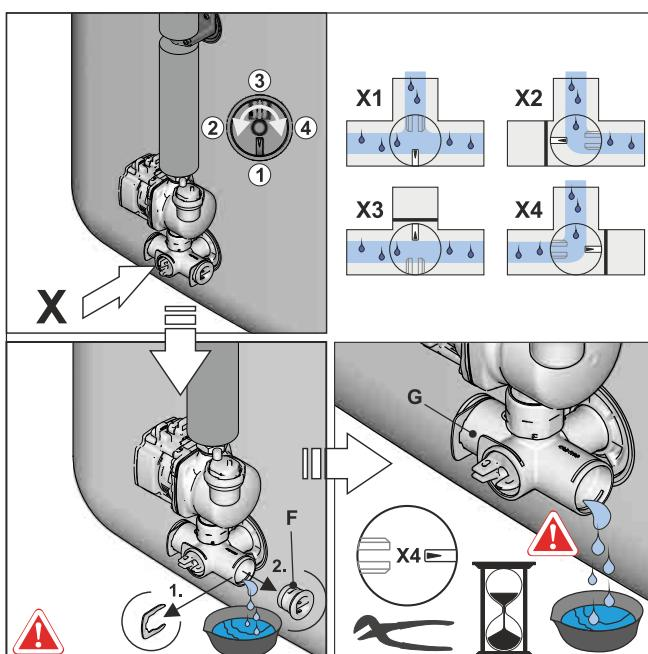

Bild 9-5 Ventileinsatz absperren, Blindstopfen vom Anschlusswinkel entfernen
- Ventileinsatz am Anschlusswinkel so einstellen, dass der Weg zum Ablauchschlauch geöffnet wird (siehe auch Bild 9-5) und Wasserinhalt des Speicherbehälters ablassen.